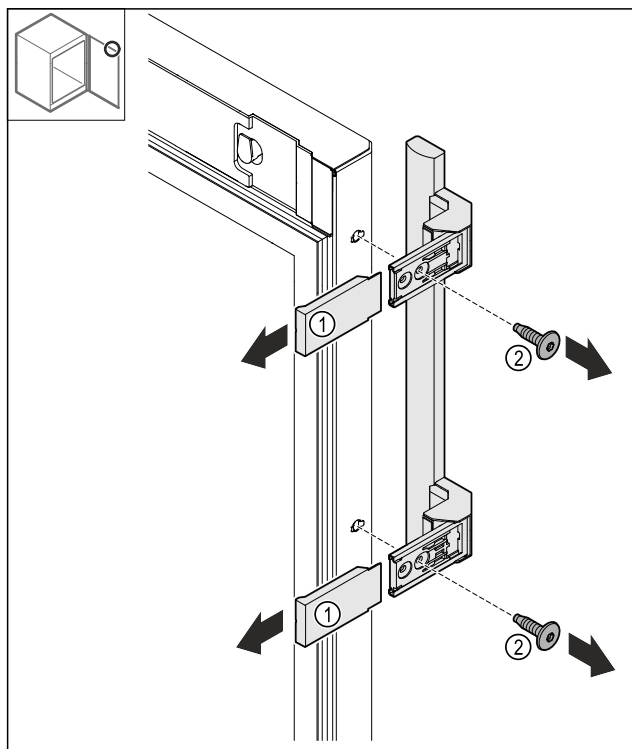

Fig. 19
- ▶ Снимите крышки Fig. 19 (1).
- ▶ Открутите винты Fig. 19 (2).